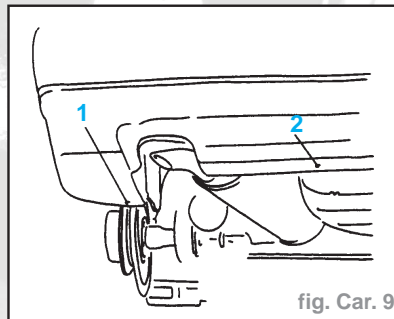

fig. Car. 9
- Déposer la vis (2) (fig. Car. 9).
- les pions (1)